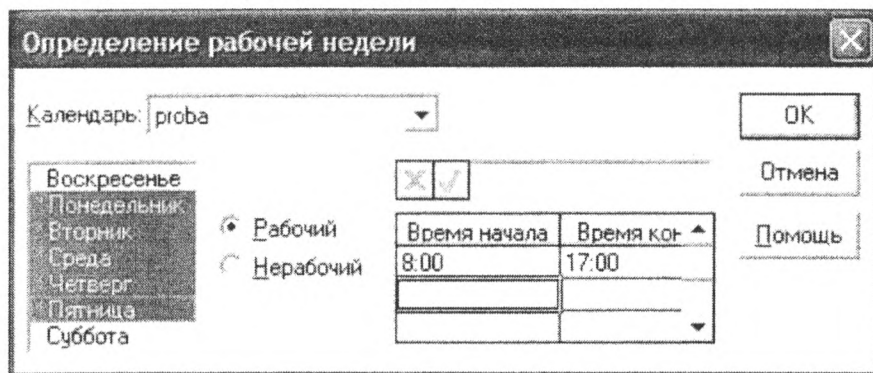

Рис. 19. Определение рабочей недели
2. Выделите диапазон рабочих дней (рис. 19).
3. Определите длительность рабочего дня, задавая соответствующее время в ячейках **Время** (см. рис. 19).